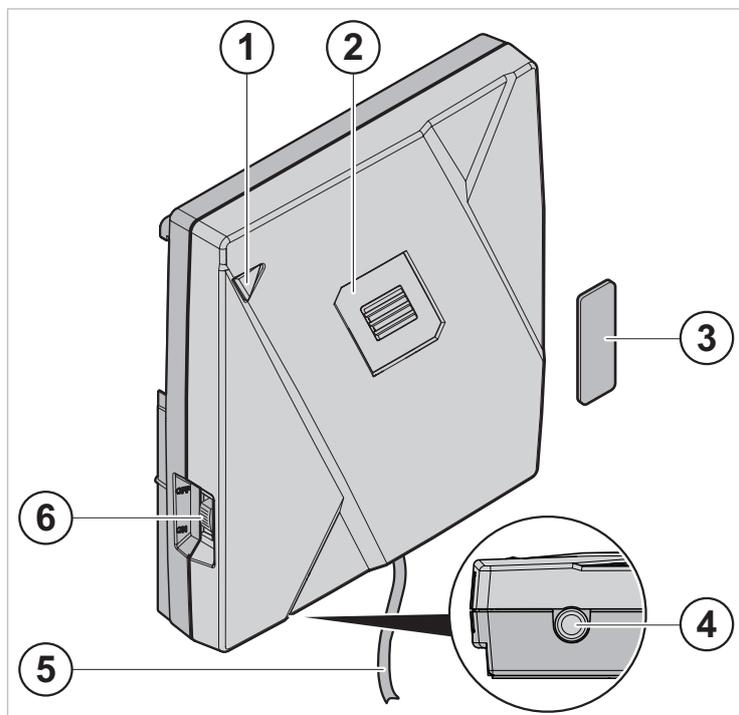

Fig. 1 Module senseur et plaque de fixation
- ▶ Appuyer pendant 10 sec. sur le bouton d'appel (2, Fig. 1) jusqu'à ce que la lampe de tranquillisation (LED) s'allume.
- ▶ Presser le bouton central d'appel (2, Fig. 1).
- ▶ Tirer sur la tirette d'appel (5, Fig. 1).
- ▶ Allumer/éteindre l'appareil avec l'interrupteur (6, Fig. 1).